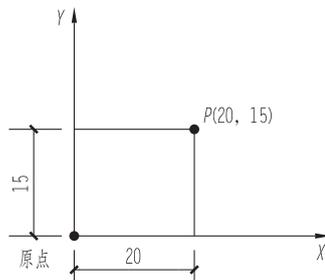

图 1-43 绝对直角坐标
(1) 绝对直角坐标。绝对直角坐标是以坐标系原点 $(0, 0, 0)$ 为基点来定位其他点的。以这种方式输入某点的坐标值时, 需要指示沿 X 轴、 Y 轴和 Z 轴相对于坐标系原点 $(0, 0, 0)$ 的距离 (以单位表示) 及其方向 (正或负), 各轴向的距离值之间以英文状态下的逗号 “,” 隔开。在二维平面中, Z 值为 0, 输入时可以省略, 如图 1-43 所示的 P 点的坐标。